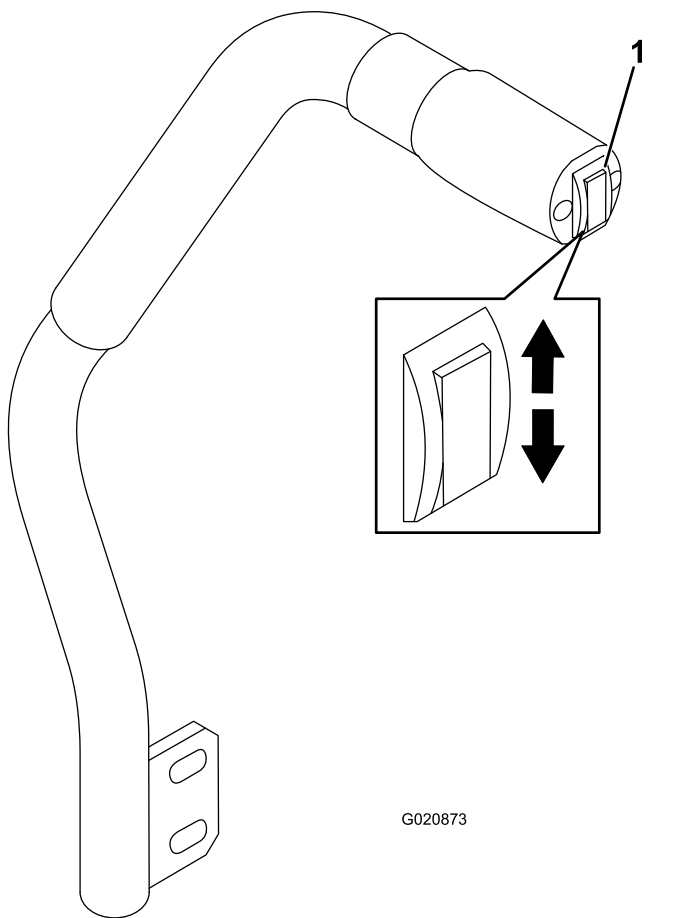

Figura 21
L'interruttore di sollevamento del piatto di taglio alza e abbassa il piatto di taglio (Figura 21). Il motore deve girare per potere utilizzare questa leva.
- Per abbassare il piatto di taglio, spingete in basso l'interruttore del piatto di taglio (Figura 21).
- Per sollevare il piatto di taglio, spingete in alto l'interruttore del piatto di taglio (Figura 21).
1. A motore acceso, tirate verso l'alto l'interruttore di sollevamento del piatto di taglio fino a sollevare completamente il piatto e **rilasciate immediatamente l'interruttore** (Figura 21).